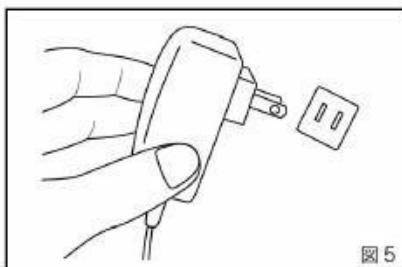

図5
- ②ACアダプタのコンセントプラグをAC電源コンセントに差し込み充電が開始されます。(図5)
- ③電源ボタンを押すと、マークが表示されます。マークに変わると充電が完了です。